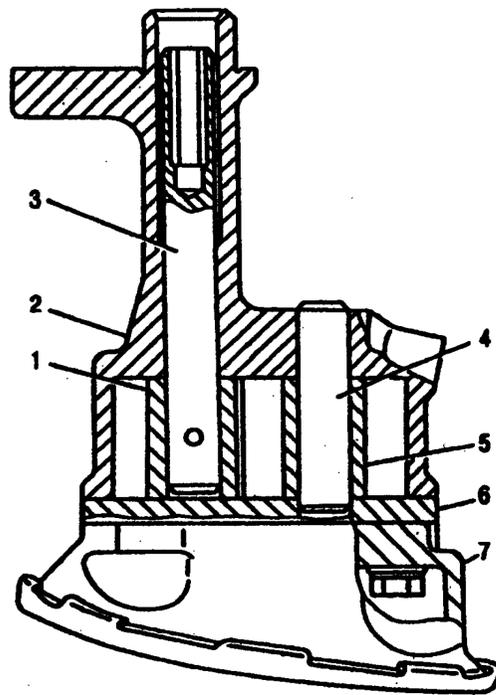

Рис. 6.15. Масляный насос: 1 - ведущая шестерня; 2 - корпус; 3 - валик; 4 - ось; 5 - ведомая шестерня; 6 - перегородка; 7 - приемный патрубок с сеткой
**Масляный насос** шестеренчатого типа, установлен внутри масляного картера. Насос прикреплен к блоку цилиндров двумя болтами и держателем к крышке третьего коренного подшипника. Точность установки насоса обеспечивается посадкой корпуса в отверстие в блоке. Корпус 2 (рис. 6.15) насоса отлит из алюминиевого сплава, шестерни 1 и 5 имеют прямые зубья и изготовлены из металлокерамики (спеченного металлопорошка). Ведущая шестерня 1 закреплена на валике 3 штифтом. На верхнем конце валика сделано шестигранное отверстие, в которое входит шестигранный валик привода масляного насоса. Ведомая шестерня 5 свободно вращается на оси 4, запрессованной в корпус насоса.